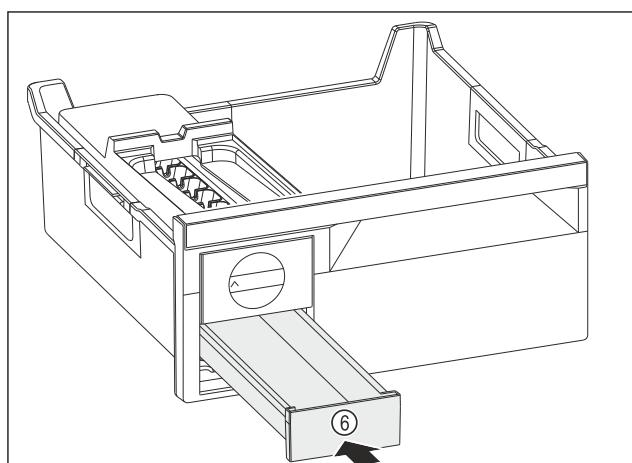

Fig. 217
- ▶ Вдавите выдвижной ящик для кубиков льда Fig. 217 (6).